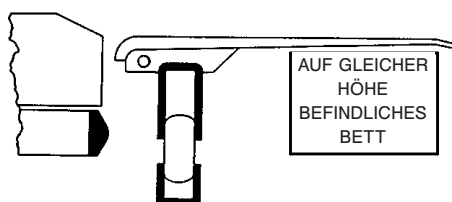

Abbildung 6.1: Umlagerungshilfe
**Hinweis:** Die Umlagerungshilfe (C) befindet sich zwischen dem Seitengitter (A) und der Matratze (B), wie in Abbildung 6.1 dargestellt.
1. Das Seitengitter (A) in die unterste Position absenken.
2. Die Umlagerungshilfe (C) zum Hochstellen von unten drücken und von oben ziehen.